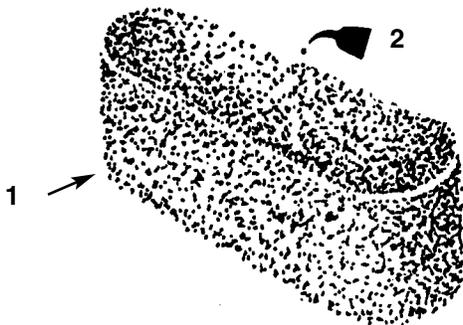

Bild 30
- C. Den Einsatz mit 30-50g frischem Motoröl durchtränken (Bild 30). Den Einsatz zur Verteilung des Öls zusammendrücken.